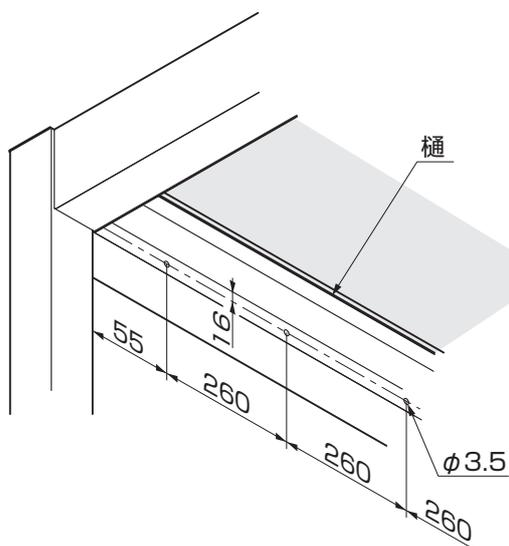
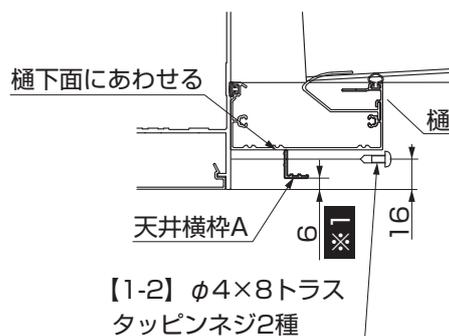

図4-5 B部詳細図
図4-6 B部詳細図
- ② フレームにφ3.5の下穴をあけ天井横枠Aを※1の寸法の位置に【1-2】で取付けてください。(図4-5、図4-6参照)
- ルーフ取付穴位置治具を使うことで天井縦枠取付け下穴の位置出しがしやすくなります。(図4-6参照)